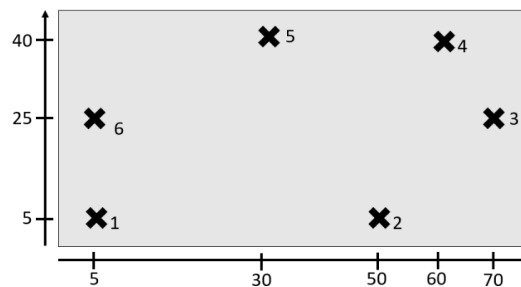

Abbildung 1: Layout mit Koordinaten (Längeneinheiten) der Halle (graue Fläche) und Maschinen (nummerierte Kreuze)
Die Koordinaten bzw. Anordnung der einzelnen Maschinen (nummerierte Kreuze) in einem Hallenlayout (graue Fläche) kann Abbildung 1 entnommen werden. Die gesamte Fläche ist befahrbar und es befinden sich keine statischen oder dynamischen Hindernisse im Layout.
Tabelle 1: Transporte zwischen den einzelnen Maschinen (vgl. Abbildung 1); Beispiel aus Zeile eins links: Von Maschine 1 nach Maschine 2 müssen insgesamt 5 Güter transportiert werden.
- Die Maschinen sind dimensionslos, d. h. die Fahrzeuge fahren exakt zu den angegebenen Koordinaten der Maschinen (siehe Abbildung 1), um ein Transportgut aufzunehmen oder abzugeben.